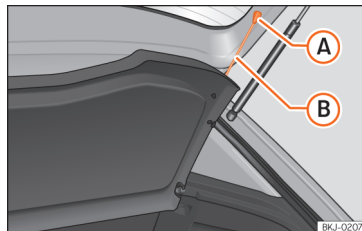

Fig. 137 Na bagageira: desmontar e montar a chapeleira.
- Desengate os tirantes de fixação »» Fig. 137 B dos alojamentos A.
- Engate os tirantes de fixação »» Fig. 137 B na porta da bagageira.